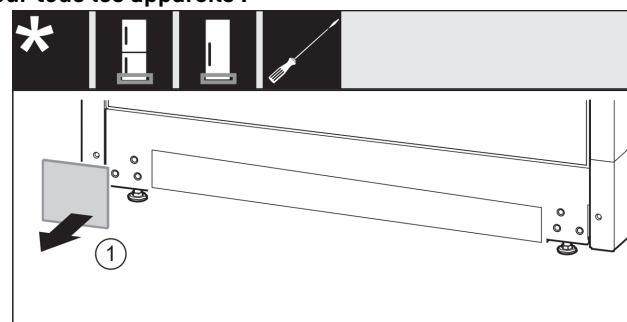

Fig. 47
- Retirer le cache Fig. 47 (1).